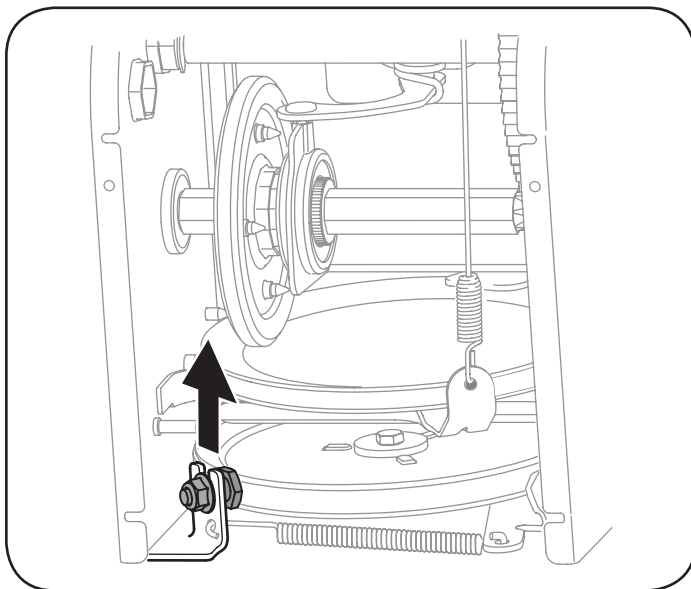

Figura 30
7. Afloje y retire el tornillo con reborde que actúa como guarda de la correa. Vea la Figura 30.